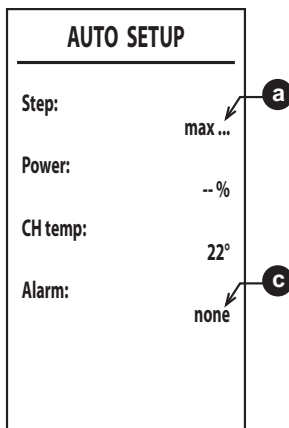

fig. 38
6. Dopo l'accensione, il bruciatore si posiziona alle varie potenze (max, med, min) indicate dal punto **a** (fig. 38).
- a** e un codice di errore al punto **c** (fig. 38).